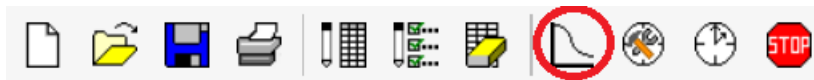

Figura 9: Configuración de Tabla de datos
- (8) Configure un tiempo de muestreo de entre 0.7 – 1.2 segundos y estime una toma referencial de muestras para un tiempo aproximado de 5 a 15 segundos. Esto tendrá que regularse de acuerdo con el criterio de cada alumno y tiempo de estabilización del motor.
- (9) Configure el menú Gráfico enmarcado en la figura 9.
- (10) Coloque para el eje Y la corriente de línea y en el eje X la velocidad
- (11) Para la puesta en marcha del motor, se tratará de tener en la medida de lo posible la pantalla principal del bastidor y la tabla de datos. Tome de referencia la figura 9 en la que también se enmarca el botón “Iniciar Temporizador”.
- (12) Inicie el temporizar dando clic principal al botón “Iniciar Temporizador”. Inmediatamente encienda la fuente de alimentación. Los datos se tomarán automáticamente de acuerdo la configuración elegida en el apartado (8). Si es necesario, regular la configuración del temporizador para mejorar los resultados.
- (13) Presentar en un breve informe una captura o impresión del gráfico obtenido, tabla de datos y los aparatos de medición. Si desea mejorar la presentación de sus gráficos discriminar mejor la información obtenida puede presentar un gráfico hecho en Excel o un software de cálculo como MATLAB.
- (14) Adicional a ello, comentar y explicar la variación de los parámetros eléctricos en el arranque.